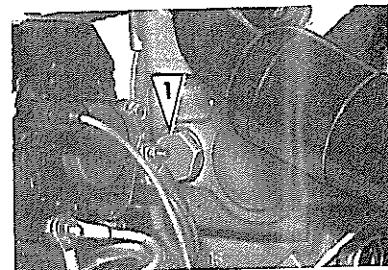

Fig. 18
- Vidanger l'eau du cylindre en dévisant le bouchon 1 Fig. 18 et en enlevant le tuyau d'arrivée d'eau
Repère (1) fig. 18 il sert également à la vidange du circuit d'eau et devra être remplacé avant la disparition complète de la partie Zinc.
- Drain water from the cylinder jacket by undoing plug Fig. 18 no. 1 and removing the water feed pipe
Fig. 18 no (1)